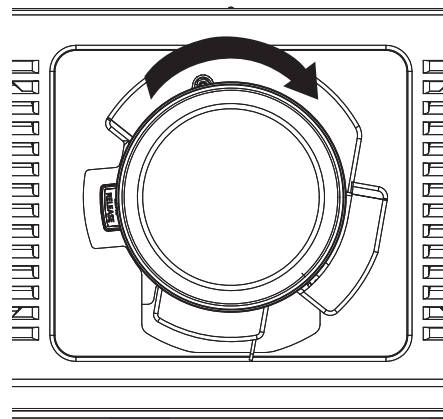

Fig. 3
- 3) **Ruotare l'obiettivo di proiezione in senso orario fino a percepire un rumore di scatto. (Fig. 3)**